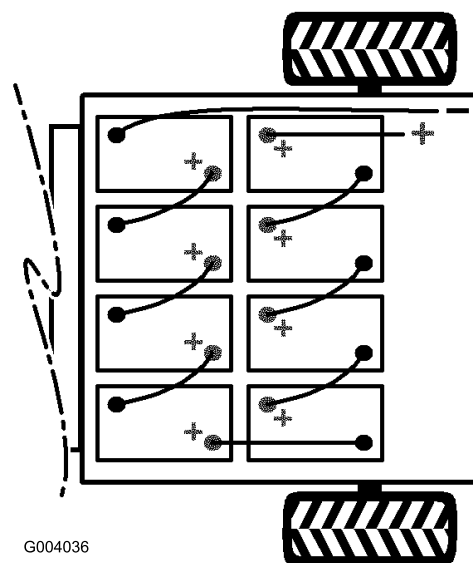

Figura 29
2. Scollegate dal polo della batteria il cavo nero, lungo, negativo principale che collega la serie di batterie al veicolo (Figura 29).
3. Scollegate dal polo della batteria il cavo rosso, lungo, positivo principale che collega la serie di batterie al veicolo (Figura 29).
**Nota:** Prestate attenzione alla polarità delle batterie quando montate le batterie nuove (Figura 29).
9. Collegate tutte le batterie utilizzando i cavi precedentemente scollegati, come illustrato in Figura 29.
10. Collegate il cavo rosso, lungo, positivo principale tra la serie di batterie ed il veicolo (Figura 29).
11. Collegate il cavo nero, lungo, negativo principale tra la serie di batterie ed il veicolo (Figura 29).